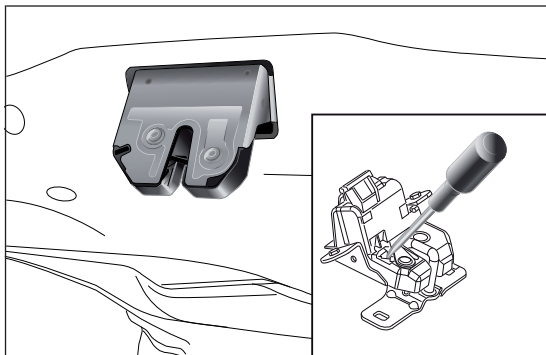

fig. 51
- ☐ extraer el tapón de protección y accionar el desenganche de la cerradura con un destornillador o pieza metálica fig. 51.